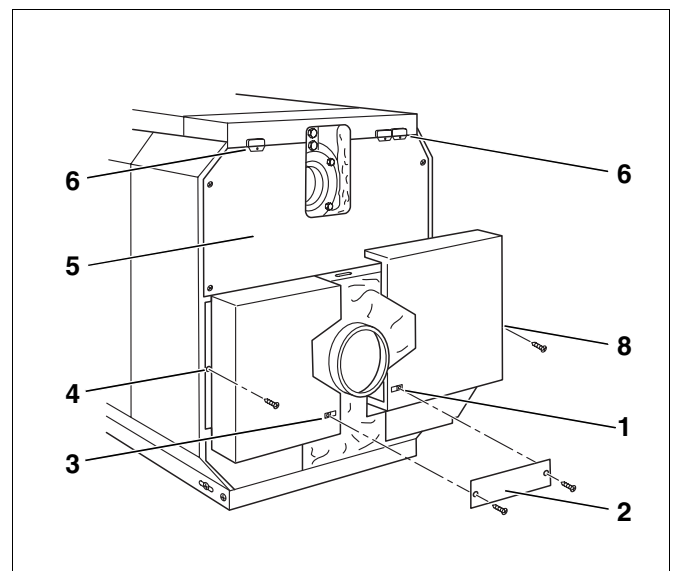

Abb. 56 Kesselrückwandteile montieren
- Schnappmutter in die linke und rechte Seitenwand sowie in die Kesselrückwandteile einsetzen (Abb. 56, **Pos. 1, 3, 4 und 8**).
- Die unteren Kesselrückwandteile links und rechts in die Schlitz der Abkantung der oberen Kesselrückwand und der Seitenwand einhängen (Abb. 56, **Pos. 5**).
- Verbindungsblech (Abb. 56, **Pos. 2**) unterhalb des Abgasstutzens auf die Kesselrückwandteile mit Blechschrauben anschrauben.
- Kabeldurchführungen (Abb. 56, **Pos. 6**) aus Kunststoff wahlweise links oder rechts an der oberen Kesselrückwand (Abb. 56, **Pos. 5**) befestigen.